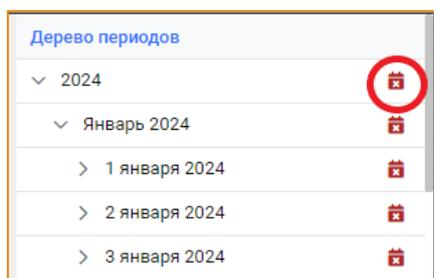

Рис. 79 – Невалидный период
- **Рассчитан (Валидный)**. Все значения показателей на периоде рассчитаны без ошибок (Рис. 79).